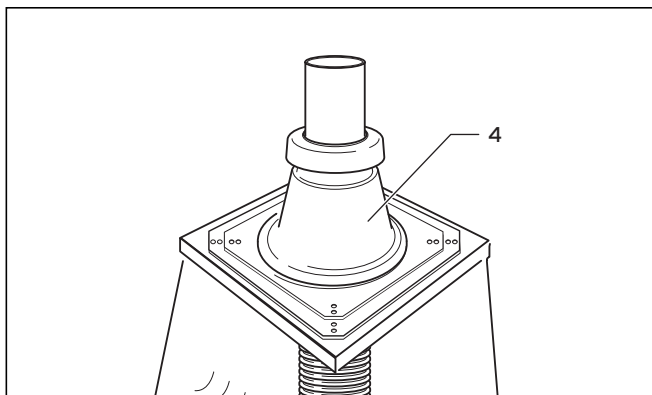

Abb. 4.63 Schachtabdeckung
- Stülpen Sie den Schachtaufsatz (4) über das Mündungsrohr und setzen Sie sie auf den Schacht (→ Abb. 4.63).
- Befestigen Sie den Schachtaufsatz (4) mit 4 Schrauben.